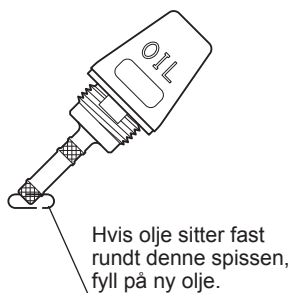
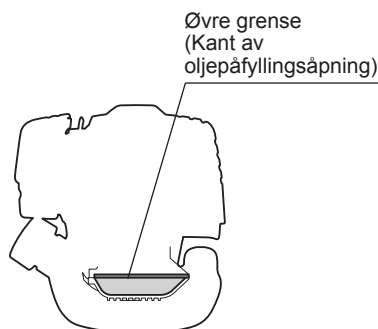

Fig. 1
Fig. 2
- Hold motoren vannrett, fjern oljemåleren og sjekk at oljen står opp til et punkt mellom det øvre og det nedre påfyllingsmerket. Når oljestanden er for lav, fordi oljemåleren bare berører oljen med spissen, særlig mens oljemåleren er stukket inn i veivhuset uten å være skrudd inn (Fig. 1), fyll på ny olje i nærheten av porten (Fig. 2).
(1) Hold maskinen vannrett og ta ut oljemåleren.
(2) Fyll olje til kanten av oljepåfyllingsåpningen. (Se Fig. 2.)